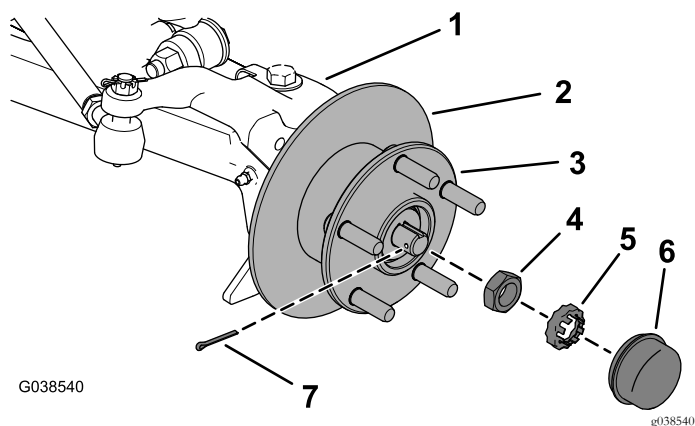

Рисунок 6
6. Снимите пылезащитный колпачок, шплинт, держатель гайки и зажимную гайку, затем снимите ступицу и ротор со шпинделя (Рисунок 6).
- A. Затяните зажимную гайку, одновременно вращая ступицу для посадки подшипников, и затяните зажимную гайку с моментом от 16 до 20 Н·м, как показано на Рисунок 6.
- B. Ослабьте зажимную гайку так, чтобы она отошла от стопорной шайбы и ступицы, и затяните зажимную гайку с моментом от 169 до 226 Н·см, одновременно поворачивая ступицу (Рисунок 6).
- C. Установите держатель поверх зажимной гайки и убедитесь в том, что видно отверстие под шплинт, затем установите шплинт (Рисунок 6).
- D. Установите пылезащитный колпачок (Рисунок 6).